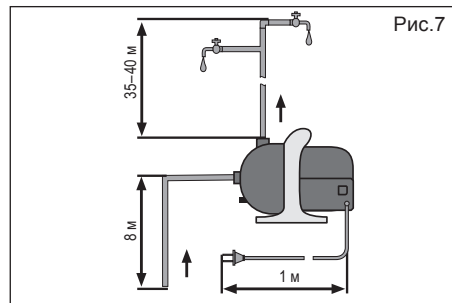

Рис.7
- Соберите подводящий и отводящий каналы согласно рис. 7
Перед длительным хранением, а так же при уборке на зимнее время, отсоедините от изделия шланги и полностью слейте воду из шлангов и изделия, открыв пробку 1 (рис. 7).